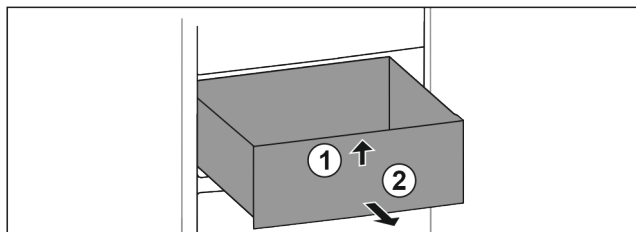

Fig. 68
- ▶ Løft skuffen foran. Fig. 68 (1)
- ▶ Ta ut skuffen framover. Fig. 68 (2)